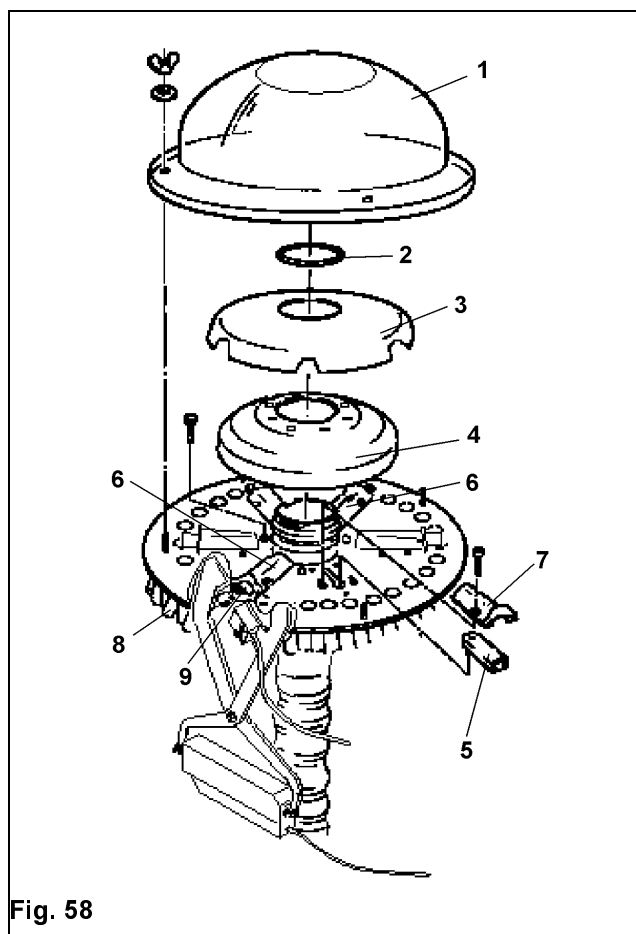

Fig. 58
Al suministro de la máquina, el posicionamiento de rodadas está ajustado al ancho de huella de su remolcador de conservación. Si fuese necesario, p. ej. por adquisición de un nuevo remolcador de conservación, ajustar el posicionamiento de rodadas al ancho de huella del nuevo remolcador, deberán intercambiarse entre sí los tubos de simiente (Fig. 58/8) en el cabezal de distribución. Para ello debe observarse que las rejas de rodadas están fijadas a las salidas que pueden ser cerradas por las correderas (Fig. 58/9).
- Caperuza exterior de distribuidor (Fig. 58/1)
- Anillo tórico (Fig. 58/2)
- Caperuza interior de distribuidor (Fig. 58/3) e
Inserto de material esponjado (Fig. 58/4).
Se montan hasta 6 correderas. Cada dos correderas (Fig. 58/6) debieran ser montadas enfrentadas sobre la placa base. Para el montaje o desmontaje de una corredera (Fig. 58/5) debe quitarse el túnel de corredera (Fig. 58/7).
Correderas no necesitadas (Fig. 58/5) deben ser sencillamente colocadas invertidas en las perforaciones (posición de estacionamiento).